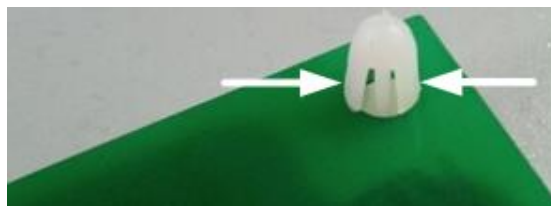

Рис. 6
8. При помощи пинцета или плоскогубцев (пассатижей), не прикладывая больших усилий, сдвинуть фиксатор стойки (см. рис. 6) и приподнять соответствующий угол платы контроллера. Вышеописанную процедуру выполнить для всех четырех стоек и демонтировать контроллер. Если при демонтаже контроллера стойки повредились – их необходимо заменить новыми (из комплекта поставки).